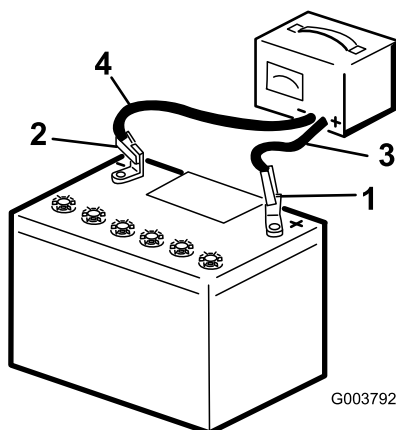

Figura 65
3. Collegate il cavo di ricarica positivo al polo positivo della batteria (Figura 65).
4. Collegate il cavo di ricarica negativo al polo negativo della batteria (Figura 65).
6. Quando la batteria è completamente carica, staccate il caricabatterie dalla presa elettrica e scollegate i cavi di ricarica dai poli della batteria (Figura 65).